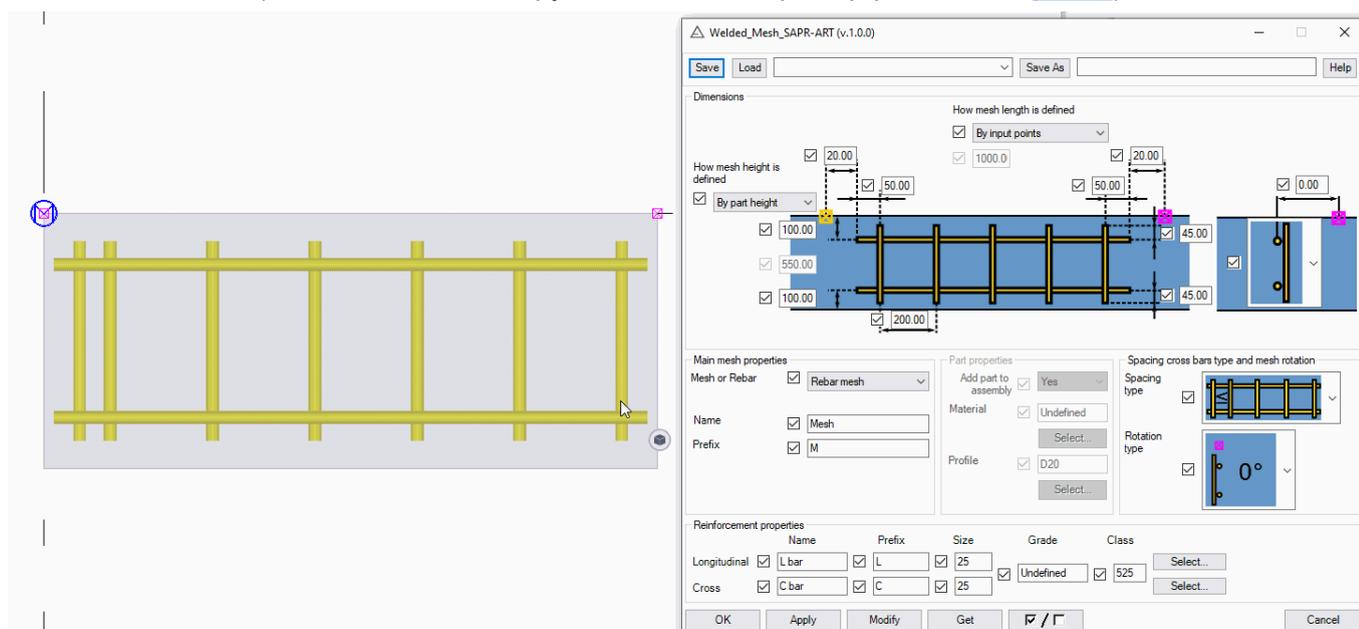

Рис. 4. Изменение высоты каркаса
- Высота каркаса. Есть возможность указать высоту каркаса двумя различными способами (автоматически или ручным вводом, пример работы см. рис. 4)